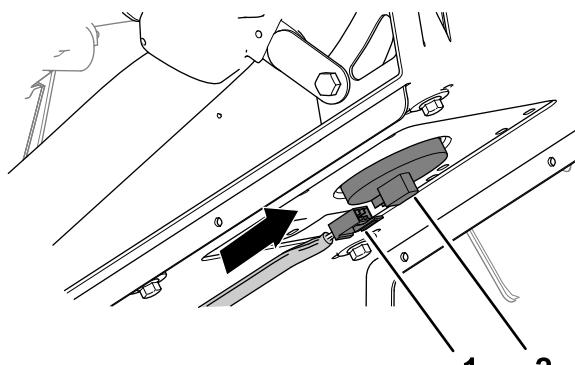

Рисунок 223
6. Вставьте 2-гнездовой разъем жгута проводов машины в разъем переключателя сиденья до срабатывания защелки, которая надежно зафиксирует соединение (Рисунок 223).